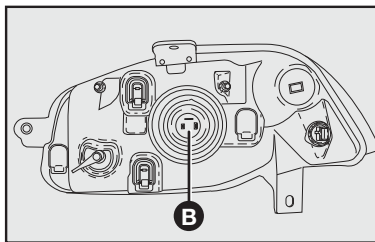
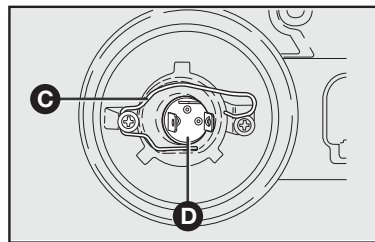

fig. 20
fig. 21
- 2) Remover a tampa **B-fig. 20** para ter acesso às lâmpadas;
- 3) Retirar o porta-lâmpada **D-fig. 20** pressionando a presilha **C-fig. 21** abrindo-a lateralmente;
- 6) Reenganchar a presilha de fixação **C-fig. 21** colocando por último a tampa **B-fig. 20**;